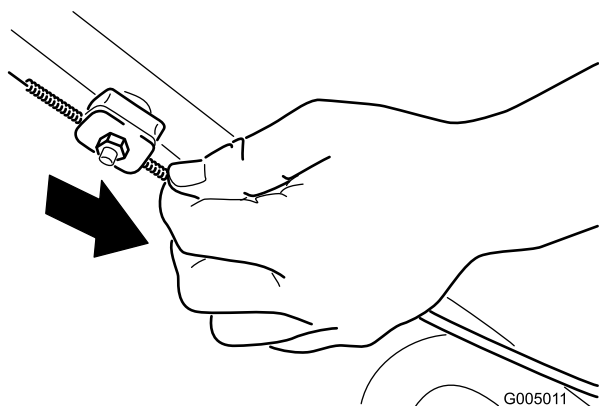

Figura 33
2. Abbassare la guaina del cavo (verso il tosaerba) fino a tendere il cavo (Figura 33).